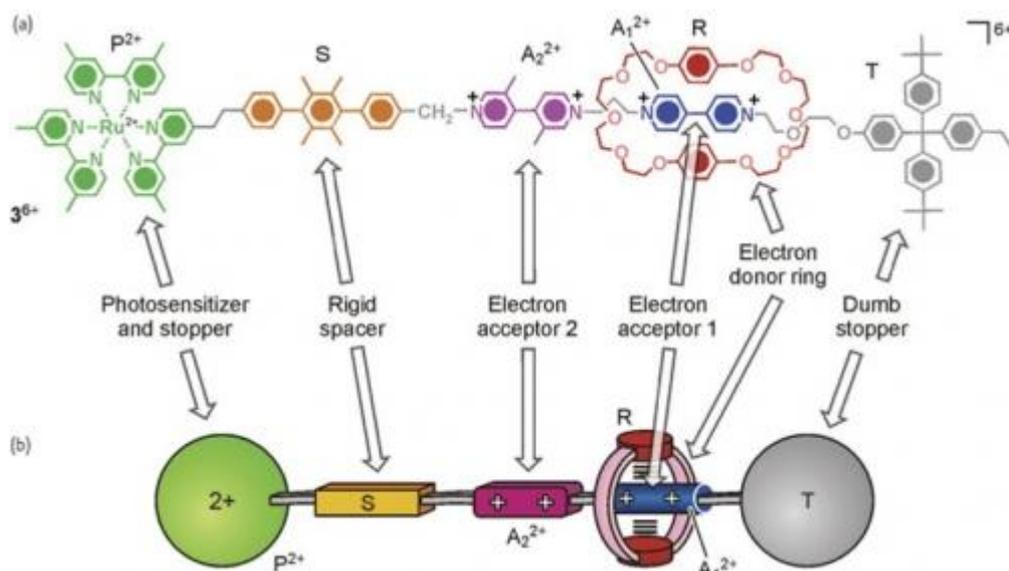

Рис. 4. Химический состав (a) и схематическое изображение (b) ротаксана 3^{6+} показывают его модульную структуру.
Проектирование и создание молекулярных челноков, снабжаемых только световой энергией, является, таким образом, интересным и перспективным делом. На основании опыта, полученного в предыдущих исследованиях систем псевдоротацановых моделей, был специально разработан ротаксан 3^{6+} для достижения челночного движения кольца в растворе за счет воздействия света, рис. 4. Этот компаунд сделан из электронного донора, кольца (R), и гантелеобразного компонента, содержащего несколько соединений: рутениево(II) полипиридиновый комплекс (P^{2+}), который играет двойную роль энергетической установки и ингибитора р-терфенилового типа (S), 4,4'-бипиридиновое соединение (A_1^{2+}) и 3,3'-диметил-4,4'-бипиридиновое соединение (A_2^{2+}) в качестве станций, принимающих электроны, и тетраарилметановую группу в качестве второго ингибитора (T). Стабильный переносной изомер ротоксана 3^{6+} является образованием, в котором компонент R окружает соединение A_1^{2+} , так как эта станция является лучшим акцептором электронов во всей сложной молекуле.